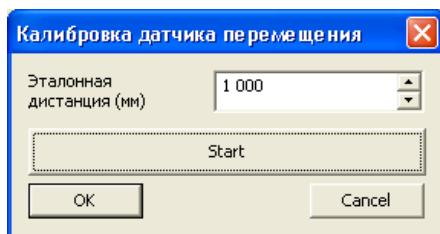

Рис. 3.19 - Окно калибровки датчика перемещений
- «Калибровка» - калибровка датчика перемещения. Датчик перемещения, в силу обстоятельств или особенностей поверхности, в некоторых случаях допускает ощутимую систематическую погрешность измерений. Например, при движении по гладкой, скользкой поверхности или рыхлому песку, показания колесного датчика занижены, а при движении по каменистой местности они могут превышать фактическое перемещение. Для калибровки датчика, перед началом записи профиля, откройте панель «Калибровка датчика перемещения» (Рис. 3.19). Для этого выберите пункт «Калибровка» контекстного меню или нажмите сочетание клавиш «Ctrl+T» на клавиатуре.